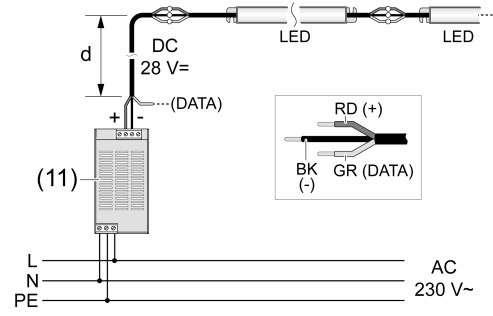

Bild 6: Schaltskizze
- LED-Leuchten gemäß Schaltskizze anschließen (Bild 6).